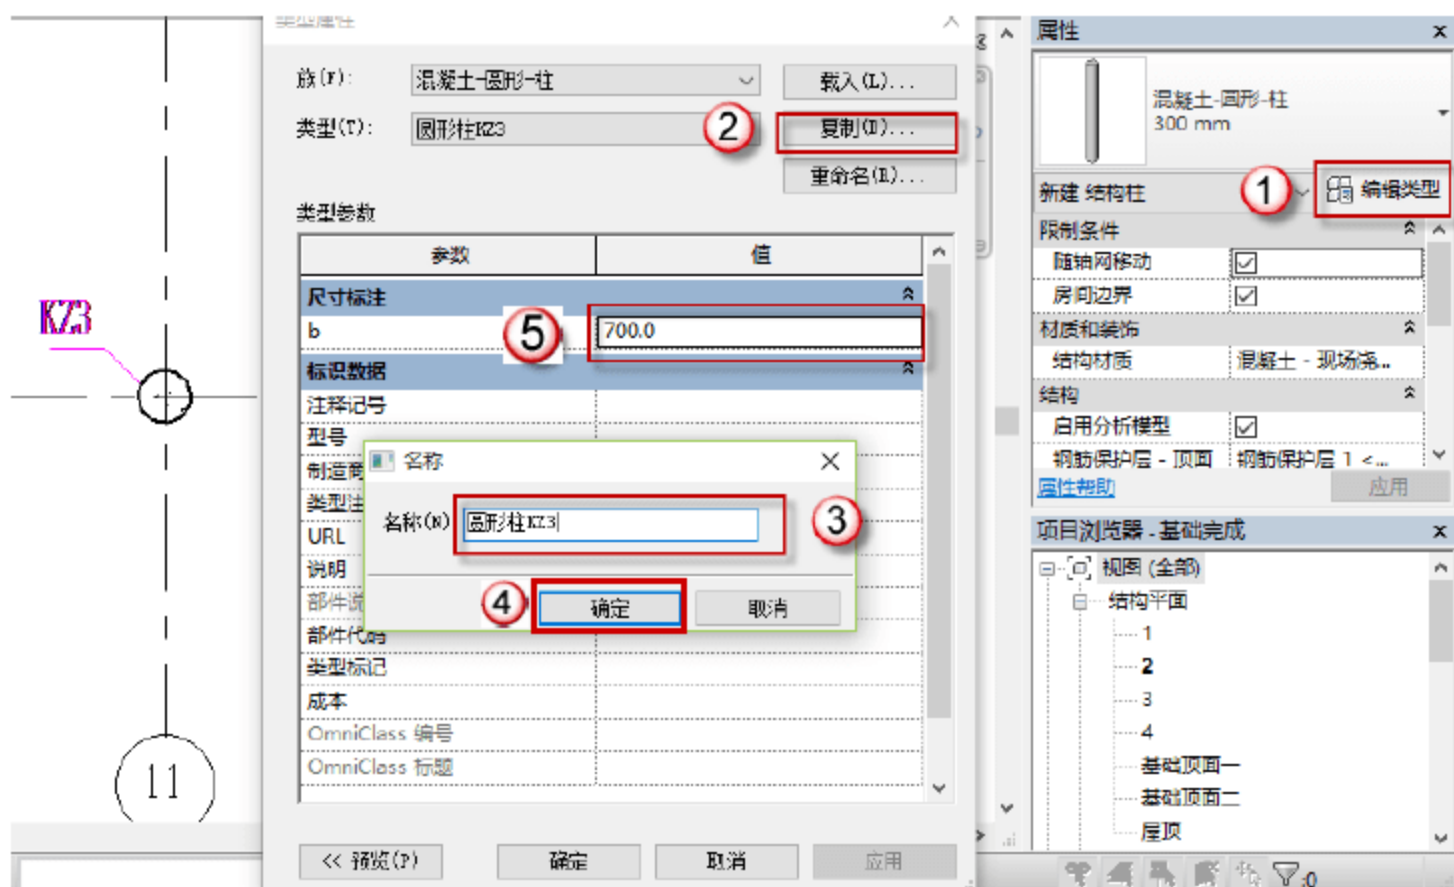

图 4.1.27 设置圆形框架柱 KZ3
(3) 设置圆形框架柱 KZ3 参数，按快捷键 C+L，出现绘制的界面，单击“编辑类型”按钮，在弹出的对话框中单击“复制”按钮，再在弹出的对话框中命名新的族为“圆形柱 KZ3”名称，单击“确定”按钮。在“尺寸标注”栏设置参数，如图 4.1.27 所示。